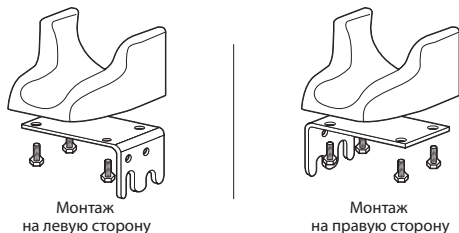

Рис. 2
1. Подставка может быть смонтирована на левую или правую боковую панель корпуса станции. Зафиксируйте монтажный кронштейн на подставке с помощью четырех винтов, в соответствии с выбранной для крепления левой или правой панелью корпуса, как показано на Рис. 2.